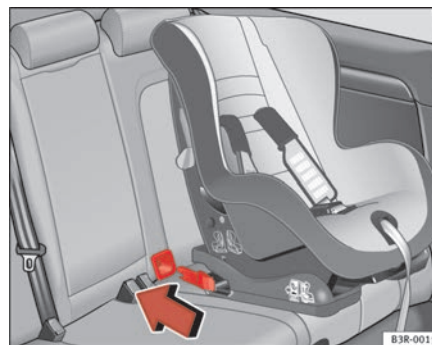

Fig. 33 Gli ancoraggi ISOFIX del sedile per bambini scorrono sulle guide già montate fino a fissarsi negli ancoraggi ISOFIX del veicolo
- Scorrere gli ancoraggi del seggiolino sulle guide fino a fissarli negli anelli ISOFIX del veicolo (quando si chiudano correttamente si deve sentire un “click”, ed il seggiolino deve avere un indicatore visuale che conferma il corretto fissaggio) ⇒ **fig. 33**.